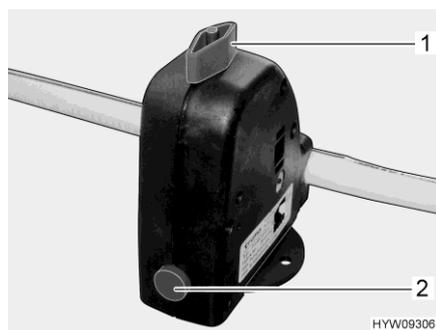

Fig. 80 Valve de sécurité et de vidange (chauffe-eau)
Le chauffe-eau est équipé d'une valve de sécurité et de vidange (Fig. 80). La valve de sécurité et de vidange empêche que l'eau ne gèle dans le chauffe-eau lorsque le chauffage n'est pas allumé en cas de gel.
- Fermer la valve de sécurité et de vidange. Tourner pour cela le bouton rotatif (Fig. 80,1) dans le sens transversal par rapport à la valve de sécurité et de vidange et enfoncer le bouton-poussoir (Fig. 80,2).
- Ouvrir la valve de sécurité et de vidange. Tourner le bouton rotatif (Fig. 80,1) dans le sens longitudinal par rapport à la valve de sécurité et de vidange. Le bouton-poussoir (Fig. 80,2) ressort. Le chauffe-eau est vidé à l'extérieur par le biais de la valve de sécurité et de vidange.